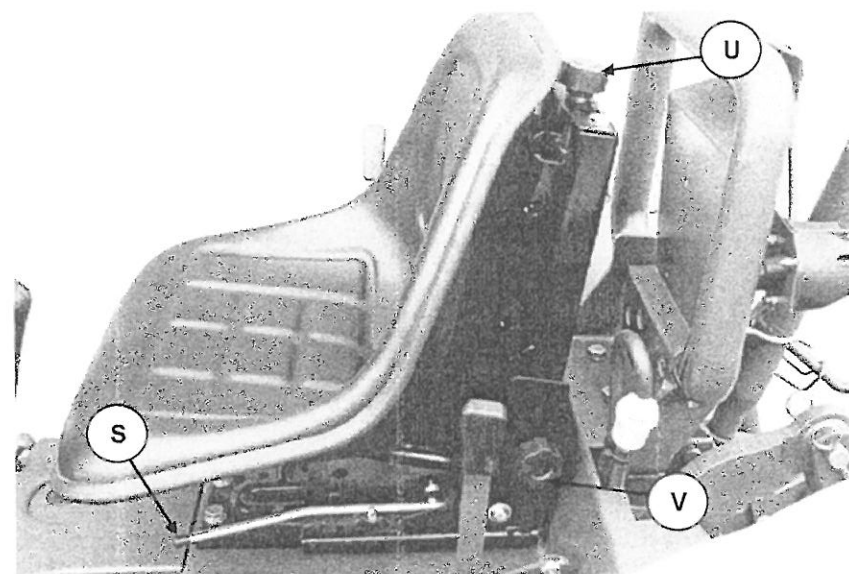

Abb. 20
- den Hebel **S** (Abb. 20), um die Entfernung des Sitzes von den Pedalen einzustellen,
- den Knopf **U** (Abb. 20), um die Dämpfung des Sitzes einzustellen,
- den Knopf **V** (Abb. 20), um die Höhe einzustellen (bei damit ausgestatteten Traktoren)